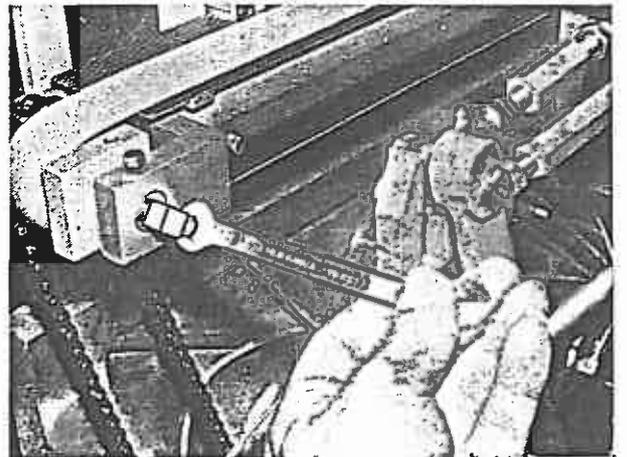

Bild 71
6. Schmierleitung für den Gurtbandantrieb abbauen (Bild 71).